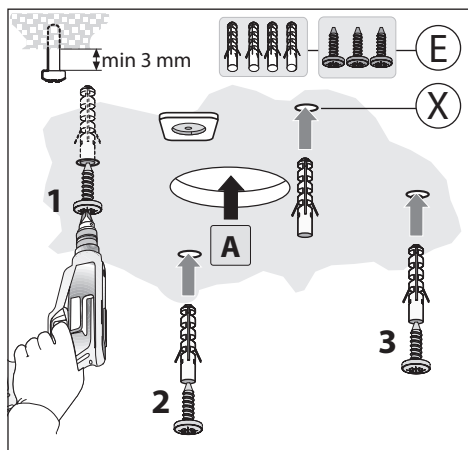

Fig.8
- Effettuare i 4 fori Ø8 al soffitto ed avvitare 3 viti senza tirarle completamente facendo attenzione di non inserire la vite nel foro contrassegnato con una **X** sulla dima di foratura fig.8 (le viti e tasselli ad espansione devono essere idonei al tipo di muro).